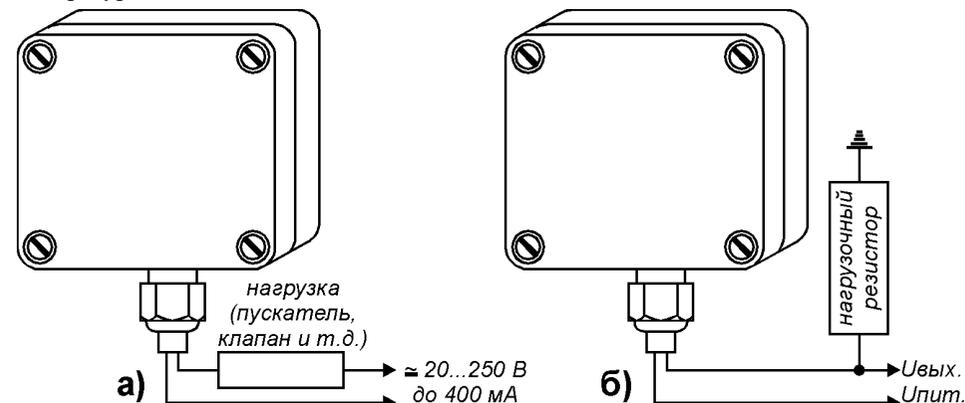

Рис. 10. а) Включение РДКС-02 в пусковую цепь механизма.
На рис. 10б показано подключение РДКС-02 на вход автоматизированной системы управления (АСУ): например, к контроллеру сбора информации с датчиков. На одну из клемм устройства (любую) подаётся напряжение Упит (переменное или постоянное), которое должно соответствовать номинальному напряжению входного канала АСУ. Со второй клеммы на вход АСУ будет поступать сигнал о движении контролируемого объекта. Сопротивление нагрузочного резистора выбирается следующим образом.
1.2. Запустите механизм. Если при этом загорается светодиод красного цвета («Короткое замыкание»), проверьте правильность подключения устройства (см. схему включения на рис. 10).
После установки устройства следует подключить цепь нагрузки. На рис. 10а показано включение РДКС-02 для непосредственного управления пусковой аппаратурой механизма.